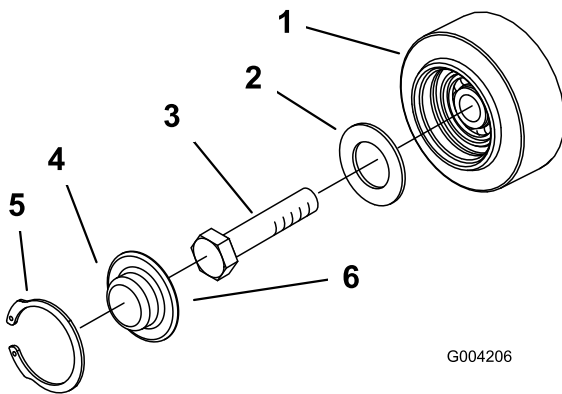

Bild 45
3. Nehmen Sie den Sprengring und die Kappe vom Straßenträger ab (Bild 45).
4. Prüfen Sie das Schmiermittel unter der Kappe und um die Dichtung (Bild 45). Wenn es schmutzig, körnig oder verbraucht ist, entfernen Sie das gesamte Schmiermittel, wechseln Sie die Dichtung aus und fügen Sie neues Schmiermittel hinzu.
6. Setzen Sie die eingefettete Straßenträgerkappe auf den Schraubenkopf (Bild 45).
7. Befestigen Sie die Straßenträgerkappe mit dem Sprengring (Bild 45).